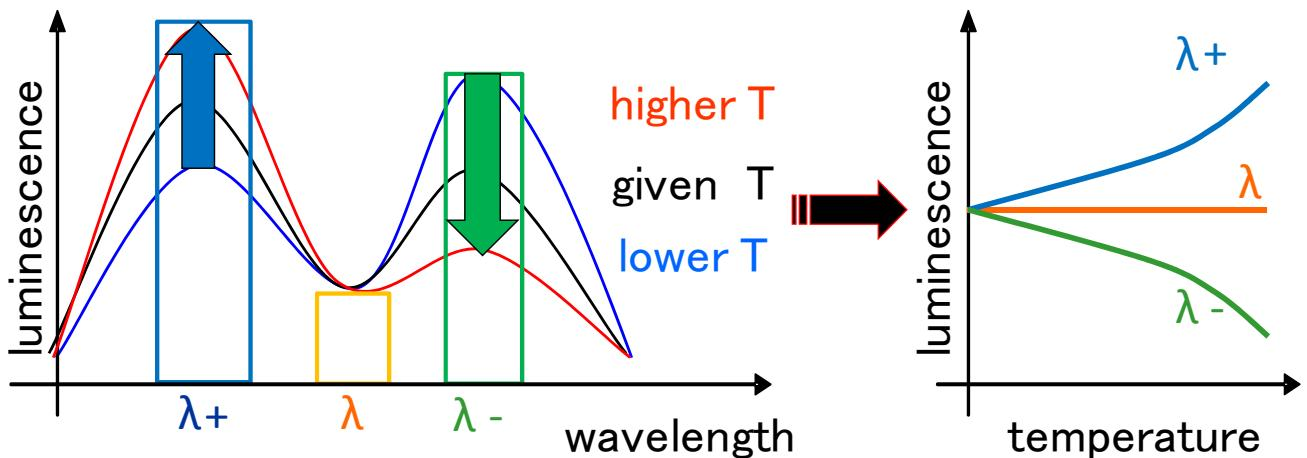
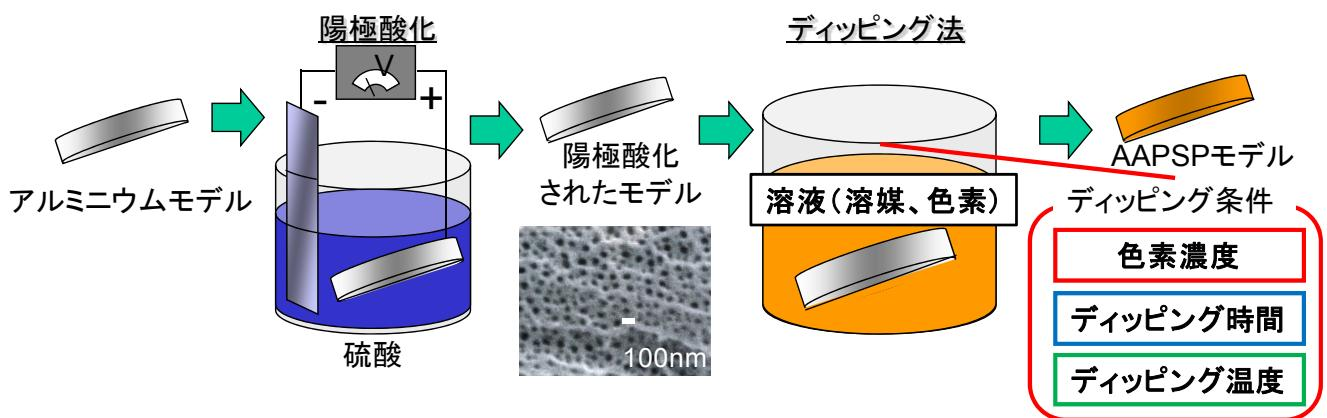
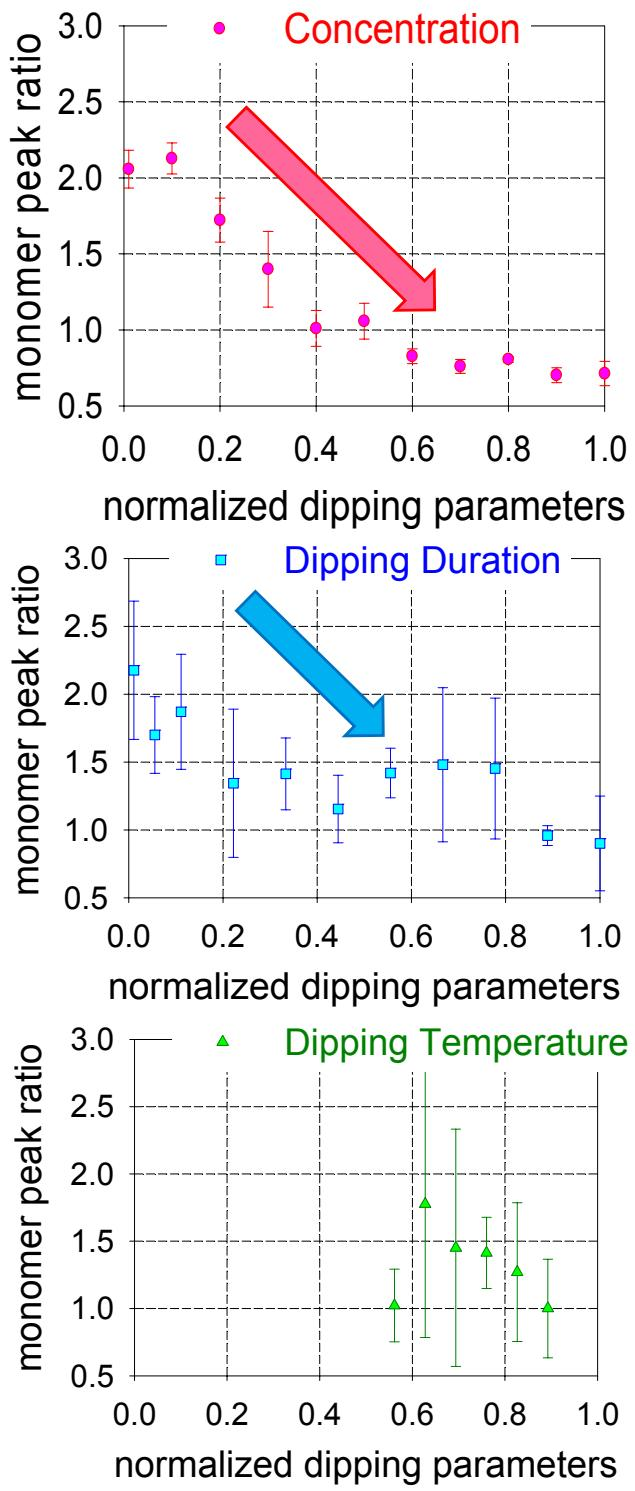
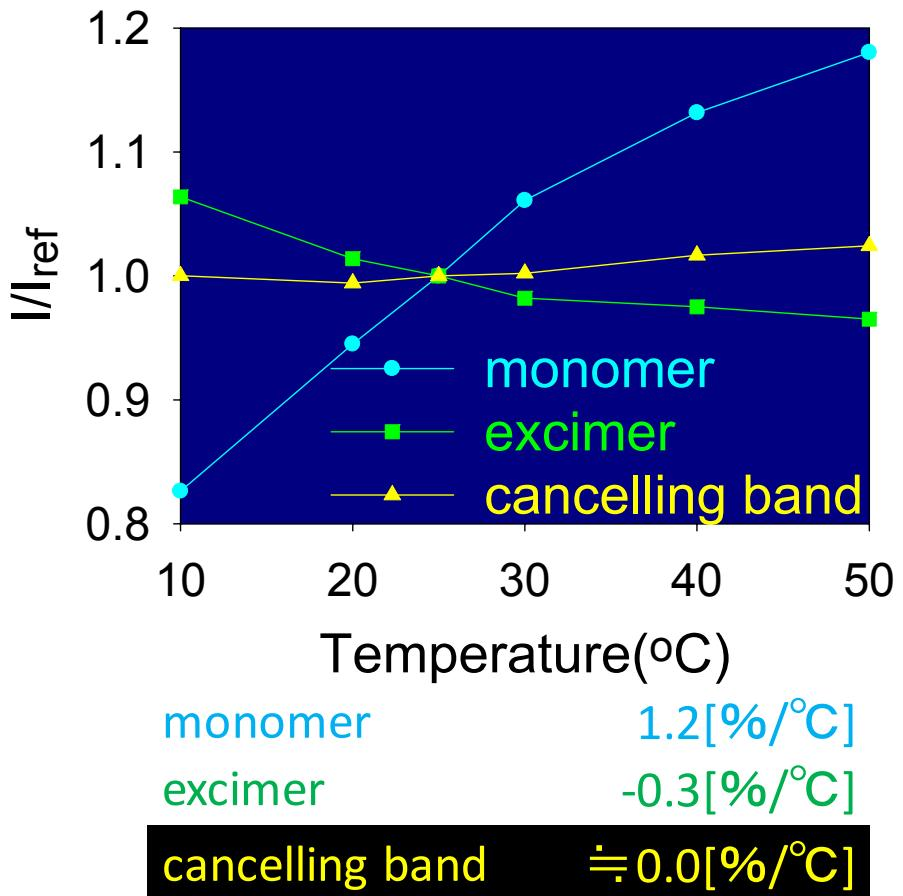

図1:PSPの温度キャンセリングの概念図
図2:AAPSP作製方法とディッピング条件の設定
図3: ディッピング条件がピーク比に与える影響
図 9: 温度キャンセリングした AAPSP の温度依存性
表面圧力分布計測として感圧塗料(Pressure Sensitive Paint, PSP)が様々な現象に適用されている。特に航空宇宙分野では遷音速、超音速領域での風洞試験が実用段階にある。しかし、これらはいずれも定常現象に限定される。これは、PSP 自体の時間応答性に問題があるからである。また、低速、極超音速領域での計測は実用段階に至っていない。これは、PSP には酸素感度だけではなく温度にも依存して発光強度が変化してしまうのが主な要因として挙げられる①)。そこで本研究では 2 つの発光ピークを用いた新たな AAPSP (Anodized Aluminum PSP) の温度キャンセリング法の確立を目指す。これは 2 つの波長帯で温度傾向が逆になるセンサーを開発し、その中間の波長帯を計測することで、温度に依存しない、圧力のみの信号を得ようと考えている(図 1)。この手法を高い時間応答性を持つ AAPSP に適用することで、非定常かつ温度依存性がキャンセルされた計測を可能にすることを目指す。色素を陽極酸化皮膜表面に適用させるにはディッピング法を用いる。色素としてピレンスルホン酸(PySO3H)、ディッピングの溶媒としてアセトンを用いた。ピレンスルホン酸は monomer、excimer の発光ピークを持ち、それらの温度依存性が対になっていることが知られている。この色素を用いて、ディッピング法のパラメータを色素濃度、ディッピング時間、ディッピング温度とし(図 2)、これらが発光ピーク、圧力感度、温度依存性に与える影響を調べた。各ディッピング条件を、考えられる上限・下限の範囲内で適切な値をとるよう設定し、合計 84 サンプルを作製した(表 1)。ディッピング条件がピーク比に与える影響の結果のグラフを図 3 に示す。色素濃度が濃くなる程、ディッピング時間が長くなる程、monomer のピークが excimer のピークに対して低くなることがわかる。monomer 及び excimer の圧力感度に与える影響の結果を図 4、5 に示す。色素濃度が増すにつれて圧力感度が増加しているが、今回の試験では 0.06 mM を越えたあたりから、感度が減少する傾向が見られた。ディッピング時間に関しても同様に、時間が増すにつれて圧力感度が増加するが、10 min を越えたあたりからは大きく値は変化しなかった。monomer 及び excimer の温度依存性に与える影響の結果を図 6、7 に示す。色素濃度、ディッピング時間ともに圧力感度に連動して温度依存性が変化していることがわかる。ディッピング温度に関しては、今回の設定した値の範囲ではピーク比、圧力感度、温度依存性との関連性は見られなかった。ディッピング法でのパラメータとした色素濃度、ディッピング時間、ディッピング温度の中で、特に、色素濃度とディッピング時間が AAPSP の特性に影響を与えていていることがわかった。ピーク制御した AAPSP(図 8)では、25 °C 付近において中間波長帯(440~480 nm)で温度依存性を解消することに成功し(図 9)、圧力感度を 0.9 と維持することができた(図 10)。